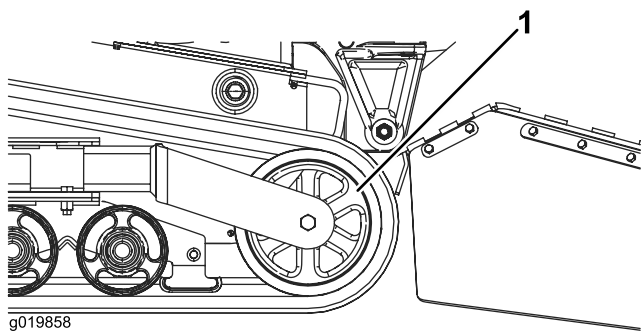

Figura 47
5. Spingete indietro la ruota di tensionamento quanto più possibile (Figura 47).
7. Dopo avere liberato il cingolo dalla ruota di tensionamento, toglietelo dalla macchina (Figura 47).